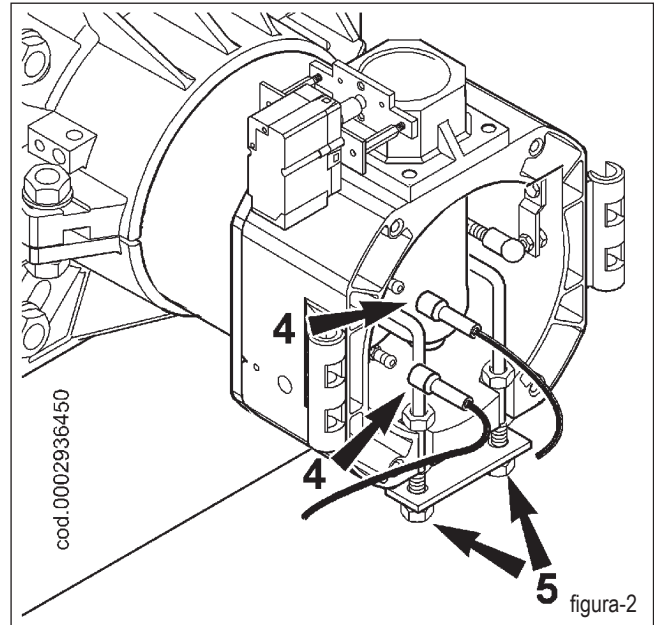

figura-2
! Al cerrar el quemador, tirar delicadamente hacia el cuadro eléctrico, poniendo en ligera tensión los dos cables de encendido, seguidamente colocarlos en sus alojamientos correspondientes (7) de la figura 2. Esto evitará que los dos cables sean dañados por el ventilador durante el funcionamiento del quemador.